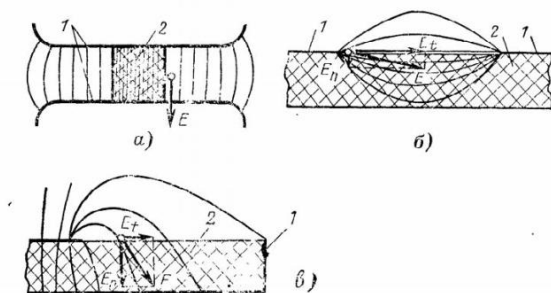

Figure 1 Рис. 1. Характерные расположения твердого диэлектрика в электрическом поле.
Многообразие изоляционных конструкций с твердым диэлектриком может быть сведено к трем характерным случаям. На рис. 1,а показано размещение диэлектриков в однородном поле. Поверхность раздела диэлектрика и воздуха расположена вдоль силовых линий электрического поля. На рис. 1,б, в показано положение диэлектрика в конструкциях с неоднородным полем. В первом случае (рис. 1,б) во всех точках поверхности диэлектрика, за исключением очень малых ее участков вблизи электродов, тангенциальная составляющая напряженности поля E_t преобладает над нормальной составляющей E_n . В другом случае (рис. 1,в), наоборот, нормальная составляющая много больше тангенциальной составляющей напряженности поля.
1. Диэлектрик, помещенный в однородном поле (рис. 1,а), казалось бы, не нарушает
В реальных изоляционных конструкциях твердый диэлектрик редко располагается в однородном поле. Чаще конструкция, показанная на рис. 1,а, используется для исследования характеристик разряда по поверхности диэлектрика.
2. Расположение диэлектрика по рис. 1,б характерно для опорных изоляторов.
Электрическое поле в этой конструкции неоднородно, поэтому разрядные напряжения ниже, чем в случае, показанном на рис. 1,а.
3. В конструкции по рис. 1,в, характерной для проходных изоляторов, у короткого
Для изучения разрядных напряжений в однородном поле используется промежуток между двумя дисками с закругленными краями (рис. 1,а). В промежуток помещаются диэлектрические цилиндры разной высоты, сделанные из гигроскопичного и малогигроскопичного материалов.
- 2.1. Определить разрядные напряжения воздушных промежутков длиной l , равной 1, 2, 3 и 4 см между дисками с закругленными краями см. рис. 1,а. (Длина промежутков устанавливается по шаблонам.)